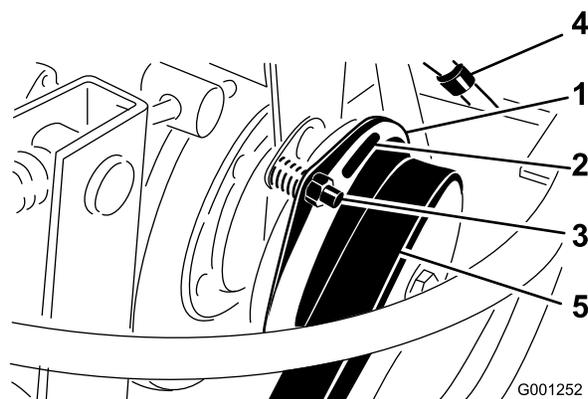

図 79
3. クラッチのライニングと摩擦プレートとの間のギャップを 0.38mm のすきまゲージが通れるように調整する 図 79。
注 調整ナットを右に回すと隙間が小さくなる 図 79。整備時の隙間の最大値は 0.76mm である。3 か所すべてでエアギャップ調整を行う。